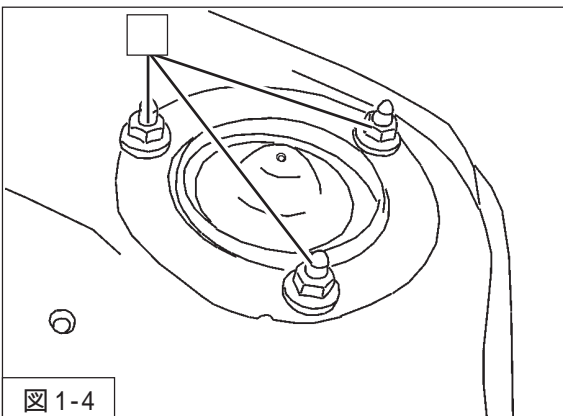

図 1-4
6. ダンパーアッパー取付ナットを取外してください。(図1-4)